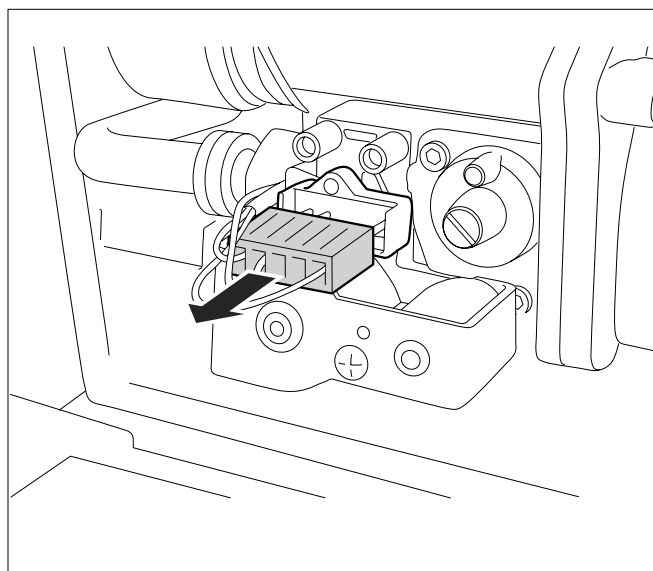

Fig. 49 Scoaterea fișei robinetului de gaz
- Scoateți fișa din robinetul de gaz (vezi Fig. 49, Poz. 1).